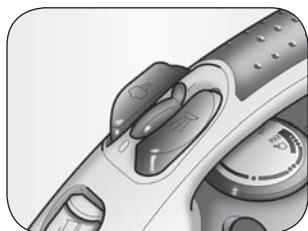

Fig. 2
- 1 Impostare il selettore vapore (D) su "0" (Fig. 2).